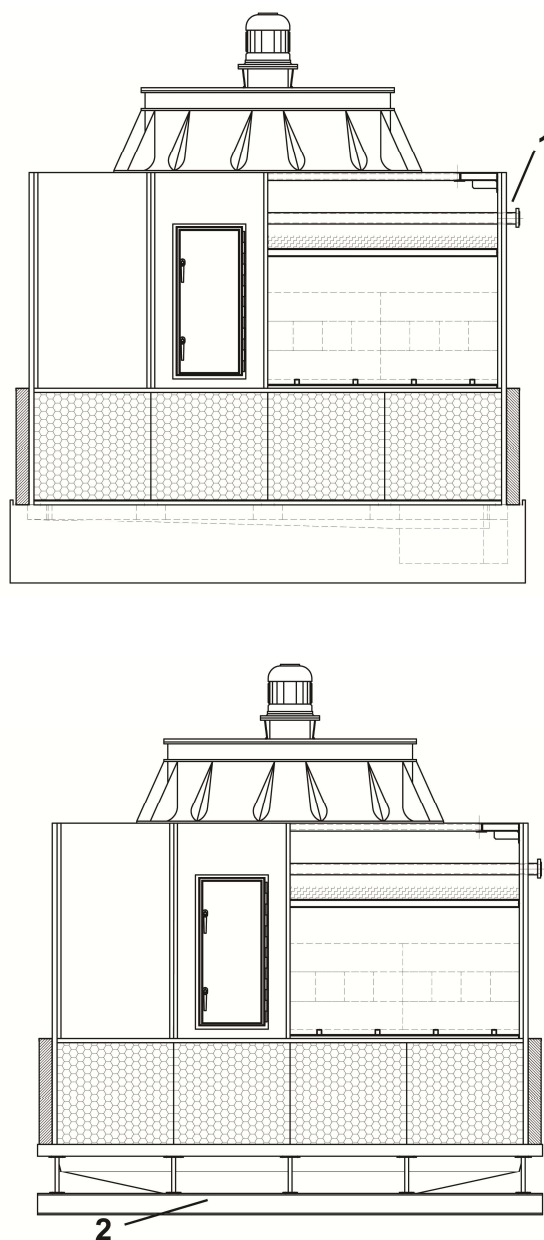

Fig. 11
- a) Connection of the inlet pipe (Fig 11/1).
- b) Connection of the outlet pipe installed according to client's decision on concrete basin and as shown in figure 11/2 for polyester basin.
- a) Raccordement de la tuyauterie d'entrée (fig. 11/1).
- b) Raccordement de la tuyauterie de sortie installée à la discrétion du client sur bassin en béton et selon la figure 11/2 pour bassin en polyester. (fig.11/2).
- a) Conexión de la tubería de entrada (fig. 11/1).